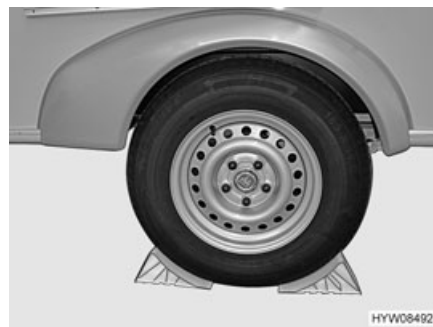

Fig. 136 Bloccare il veicolo
- Sistemare in corrispondenza della ruota di fronte i cunei fermaruota o oggetti simili in modo da bloccare il veicolo (Fig. 136).